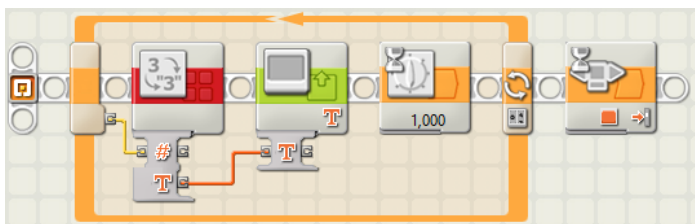
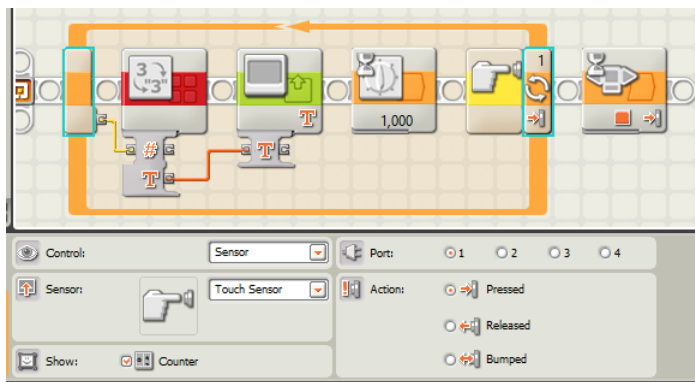

Рис. 4.12. Вывод значений счётчика на экран
Рис. 4.14. Простейший секундомер с использованием цикла с выходом по значению сенсора
Пример программы приведен на рис. 4.12.
**ПРИМЕР 44** Превратить программу на рис. 4.12 в простейший секундомер. Для этого тоже нужно отсчитывать время, но остановка должна произойти после нажатия на кнопку. Решение см. на рис. 4.14.